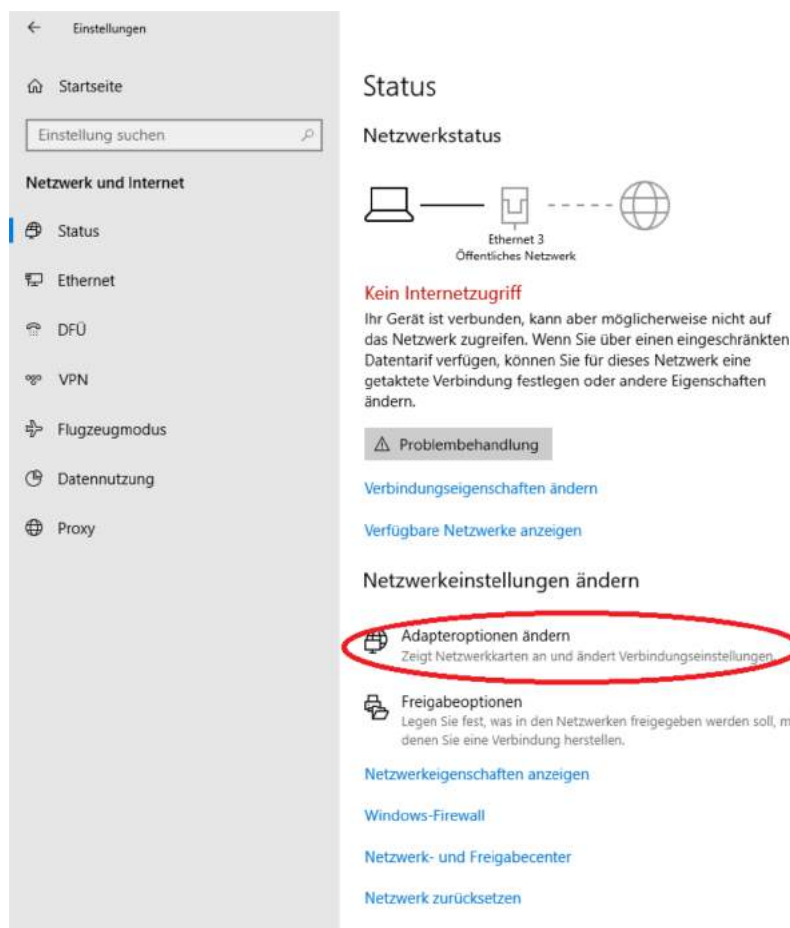
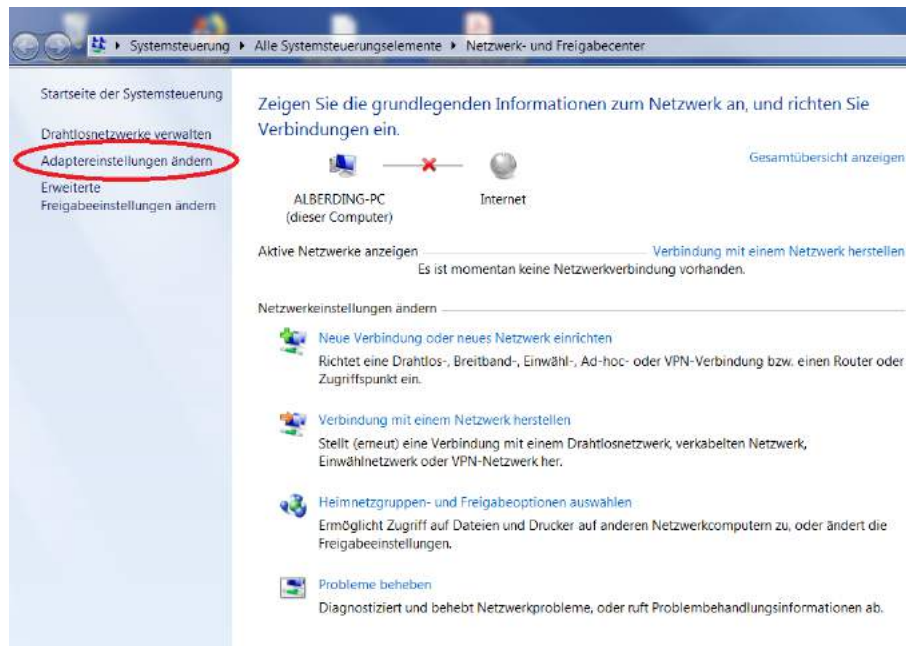

Abbildung 10: Adaptoptionen ändern (Windows 10)
Abbildung 11: Adaptoreinstellungen ändern (Windows 7)
2. Klicken Sie dann auf „Adaptoptionen ändern“ (vgl. Abb. 10) in Windows 10 oder auf „Adaptereinstellungen ändern“ (vgl. Abb. 11) in Windows 7.